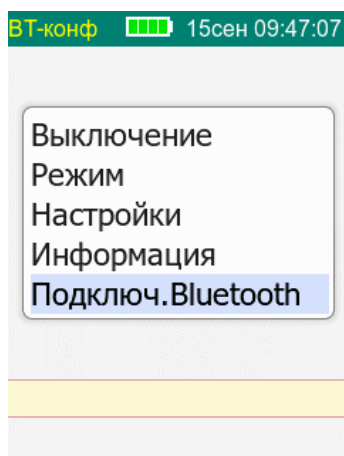

Рисунок 8.1 Настройка подключения устройств по Bluetooth (1)
8.3.1 Включите катушку инклинометра, на катушке должен начать мигать синий световой индикатор. Включите портативный считыватель SmartLogger, после включения на дисплее отобразится главное меню. Нажмите кнопку Home, после нажатия на экране появится меню, как показано на рис. 8.1.